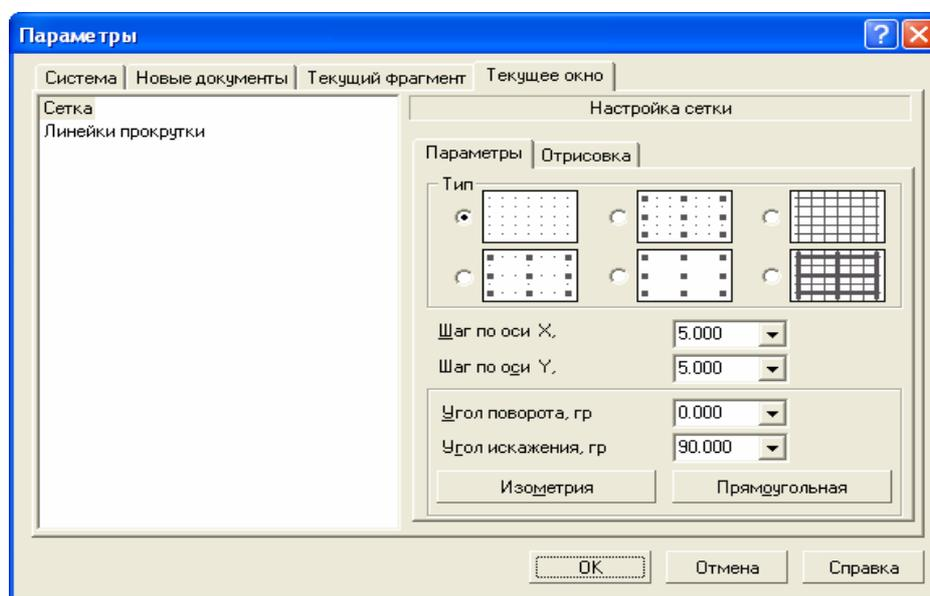

Рис.4. Диалоговое окно **Параметры**
- щелкните в выпадающем меню по пункту **Параметры**. Появится диалоговое окно **Параметры** с открытой вкладкой **Текущее окно**, показанное на рис.4.